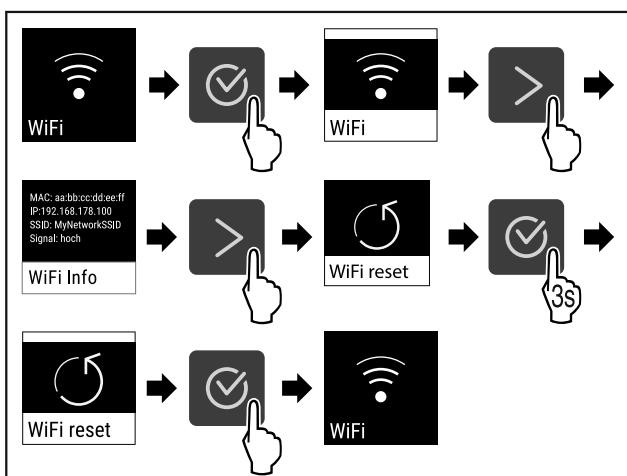

Fig. 87
- Изпълнете стъпките (виж Fig. 87) .